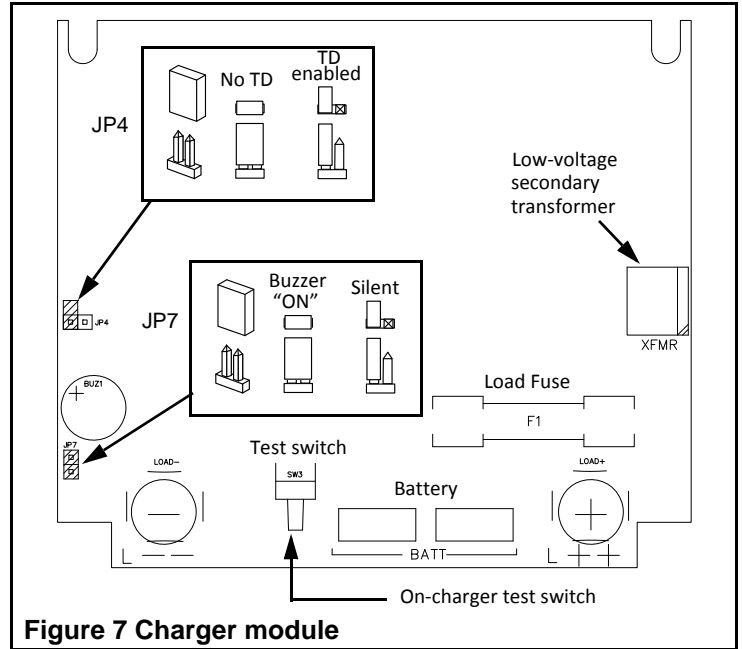

Figure 7 Charger module
15. **On-charger manual test**: the unit also has a test button installed on the charger module located on the bottom of the unit (See figure 7). This is useful during maintenance, with the unit door open. The button performs the same functions as the remote control.
The Time Delay feature can be enabled or disabled in the field with the following procedure (See figure 7):
The audible service alarm can also be permanently disabled in the field by disconnecting the jumper JP7 (See figure 7).
15. Test manuel sur le chargeur: un bouton test est aussi installé sur le module chargeur situé au bas de l'unité (Figure 7). Ceci est utile durant l'entretien, lorsque la porte de l'unité est ouverte. Le bouton exécute les mêmes fonctions que la télécommande.
La fonction de temporisation peut être activée ou désactivée sur le terrain comme ci-dessous (Figure 7):
L'alarme d'entretien audible peut de plus être désactivée en permanence sur le terrain, il suffit de débrancher le cavalier JP7 (Figure 7).